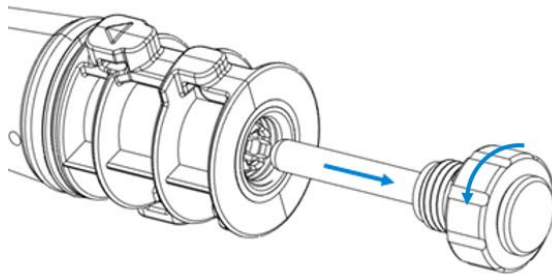

Abbildung 4 Transportstopfen lösen und aus dem Fackelkörper herausziehen
1. Schrauben Sie die Feststellmutter vom Fackelkörper ab, um den Transportstopfen zu entfernen. Siehe Abbildung 4.